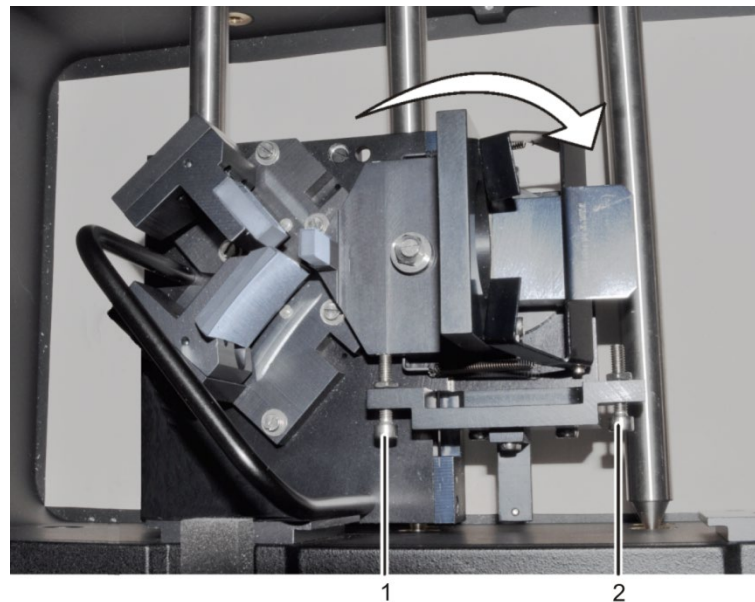

Abb. 93 Messeinsatz für absolute Reflexion im Probenraum
4. Den Halter durch Verstellen der Anschlagsschraube (2 in Abb. 93) justieren, sodass der Lichtstrahl mittig durch den Messplatz für trübe Proben geht und damit mittig auf den Empfänger trifft. Zur Beobachtung des Strahlengangs einen weißen Schirm, z.B. einen Papierstreifen, in den Küvettenmessplatz für trübe Proben stecken.
6. Den Halter durch Verstellen der Anschlagsschraube (1 in Abb. 93) wie in Punkt (4) justieren